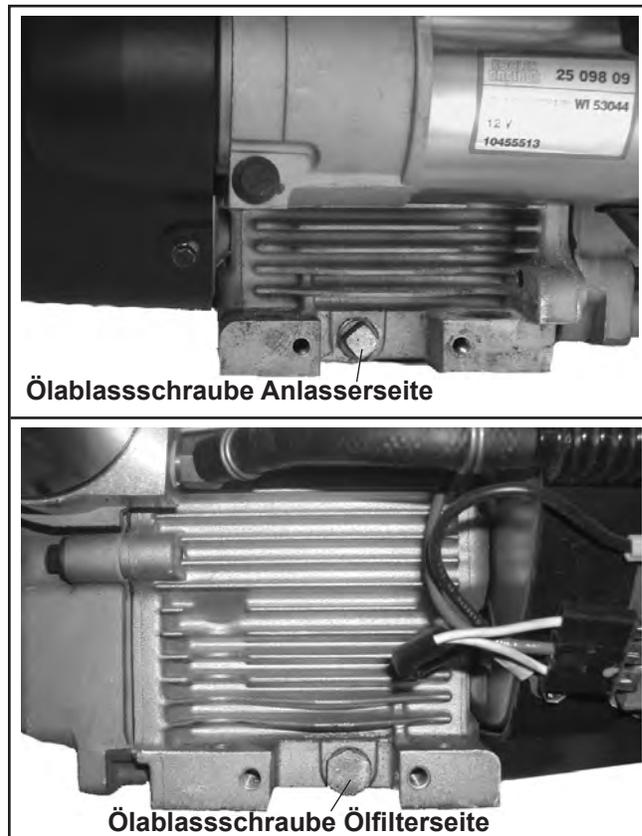

Abbildung 6-4. Position der Ölablässe.
2. Eine der Ölablassschrauben entfernen. Auf beiden Seiten des Kurbelgehäuses befindet sich eine Ölablassschraube: eine in der Nähe und unterhalb des Ölfilters, die andere unter dem Anlasser. Siehe Abbildung 6-4.